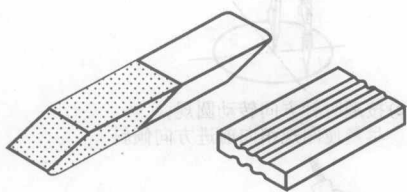

图 1-5 橡皮
**橡皮** 橡皮有软、硬两种,如图 1-5 所示。修整铅笔图线用软的,修整墨线用硬的。擦图时要按同一方向一下一下地擦,不要来回擦,避免图纸起毛,保证图面整洁。